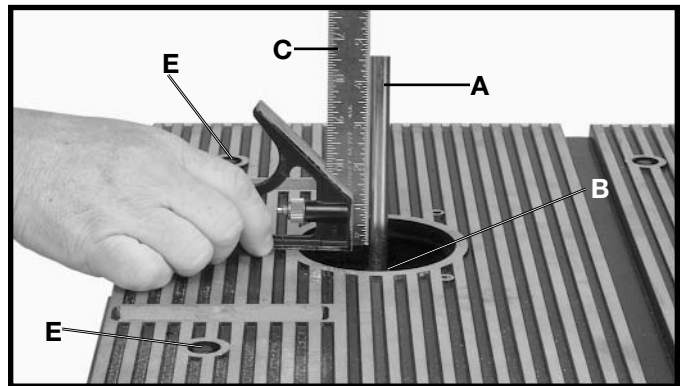

Fig. 25
3. Inserte una sección “recta” de vara de metal de 1/2 pulgada de diámetro, (A) Fig. 25, que tenga por lo menos 6 pulgadas de largo, en el mandril de la recortadora (B) y apriete dicho mandril (B) de la misma manera que apretaría una broca de recortadora.
4. Utilizando una escuadra (C) Fig. 25, ya en el lado delantero o posterior de la mesa, coloque un extremo de la escuadra contra la vara de metal (A) según se indica aquí. Revise si la superficie de la mesa se encuentra a 90 grados (adelante y atrás) de la vara de metal (A). Si resulta necesario efectuar un ajuste, haga lo siguiente:
5. Afloje los dos tornillos (E) Fig. 25 que unen la parte posterior de la mesa al gabinete.